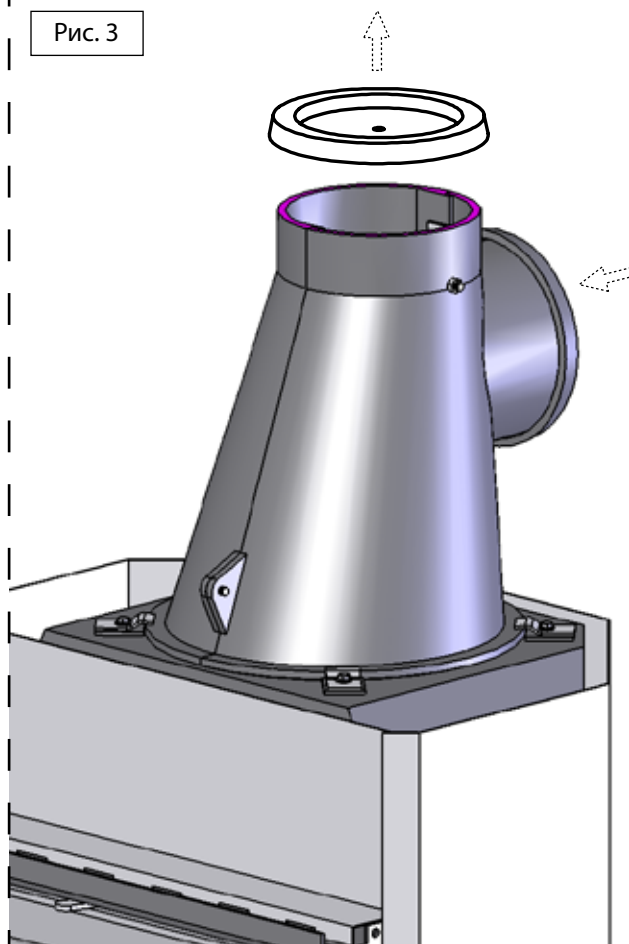

Рис. 4
Рис. 4: Поместите стальную пластину (1) под топку, если под из горящих материалов и поместите топку (2) на нее. Отрегулируйте ножки топки на заданную высоту ** и подключите дымоотвод к дымоходу.